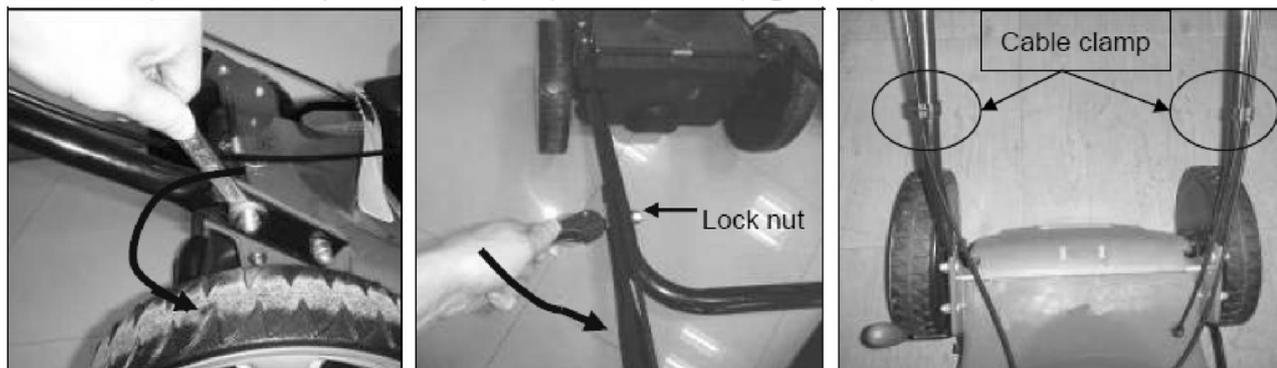

Fig. 2A Fig. 2B Fig. 2C
1. Fixation de la poignée inférieure dans le corps de l'appareil avec une clé appropriée. (Fig. 2A)